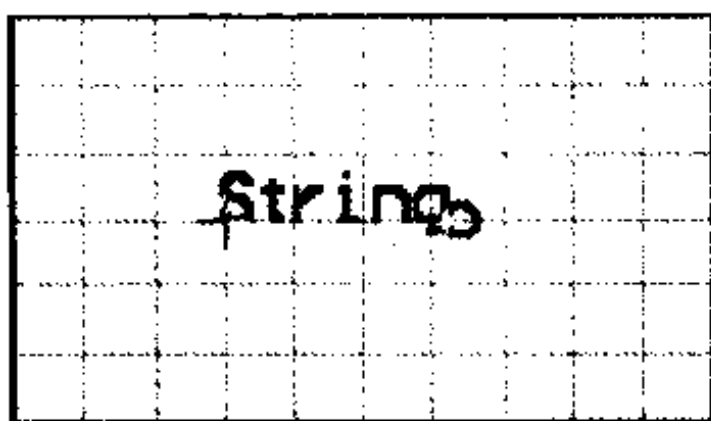

图 7-20 在图纸中放置文字标注
(1) 在 Placement Tools 工具栏中单击  按钮,选择放置文字标注的工具,或者选择 Place > String。
(2) 此时鼠标箭头变为十字光标,并且带有一个字符串,在图纸中移动十字光标到适当的位置单击,将文字标注放置在图纸中。此时鼠标箭头仍然保持为十字光标,用户还可以在图纸中继续放置文字标注,右击鼠标,退出放置文字标注的操作,得到如图 7-20 所示的效果。